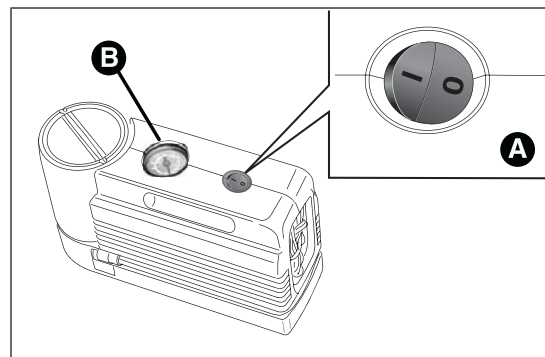
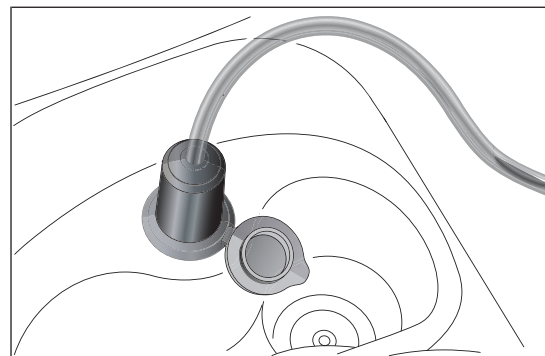

fig. 154
fig. 155
- ☐ assicurarsi che l'interruttore A fig. 154 del compressore sia in posizione 0 (spento), avviare il motore, inserire la spina nella presa di corrente ubicata sul tunnel centrale o nel bagagliaio fig. 155 ed azionare il compressore portando l'interruttore A in posizione I (acceso). Gonfiare il pneumatico